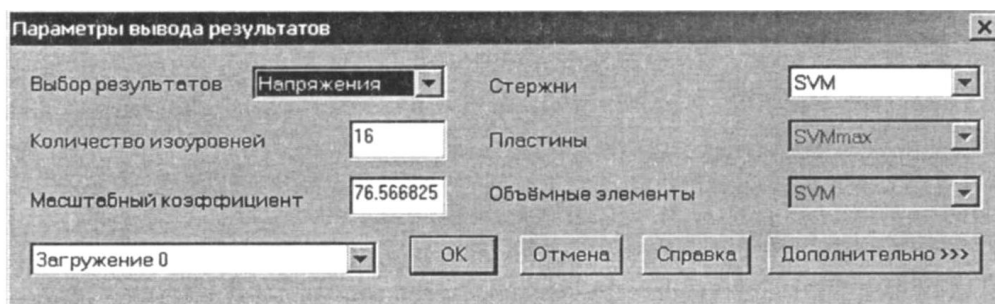

Рисунок 12 – Вывод результатов
1. Просмотр карты результатов. Выбираем в меню **Результаты** пункт **Карта результатов**, что приводит к появлению диалогового окна **Параметры вывода результатов** (рисунок 12). Из выпадающего списка **Выбор результатов** выбираем тип карты результатов (по напряжениям, перемещениям и нагрузкам), а в выпадающем списке **Стержни** отмечаем вид представления результатов расчета выбранного параметра (например, в случае просмотра карты напряжений это эквивалентные напряжения, нормальные и касательные компоненты напряжений и т. д.). Если в поле окна **Параметры вывода результатов** заполнены так, как показано на рисунке 12, то на экране монитора появится карта напряжений (рису-